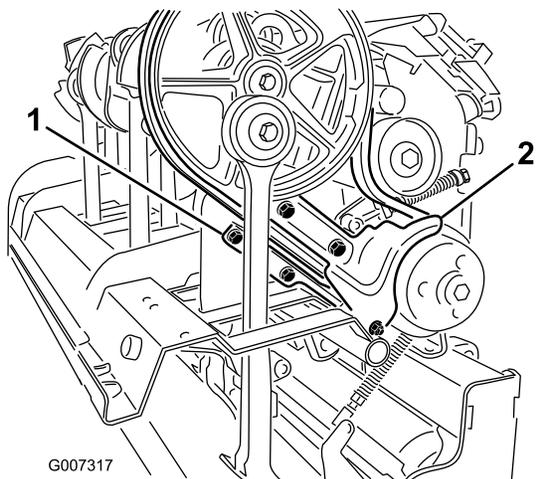

Bild 36
- Nehmen Sie die Befestigungen ab, mit denen das Schmutzschutzblech und das untere Riemenschutzblech befestigt sind (Bild 36). Nehmen Sie das Schmutzschutzblech und das untere Riemenschutzblech ab.